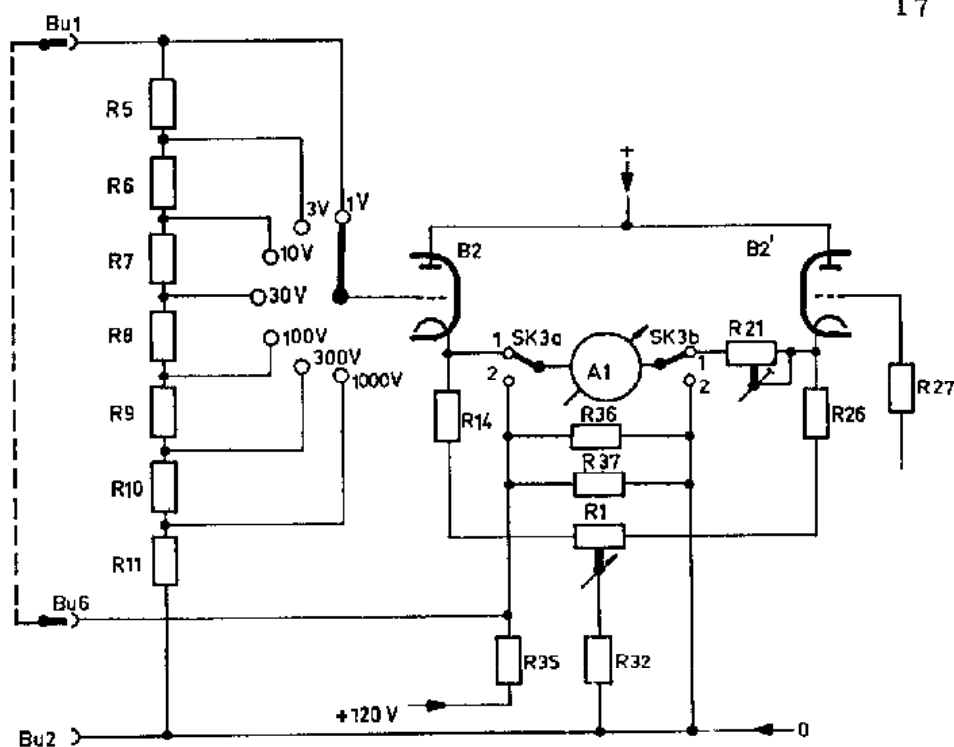

Fig. 7. Ljkschakeling
F. De ijkschakeling (fig. 7)
In fig. 7 staat SK3 in de stand "meten". Als R21 goed is ingesteld, zal de meter nauwkeurig de grootte van een op BU1 aangesloten spanning aangeven.